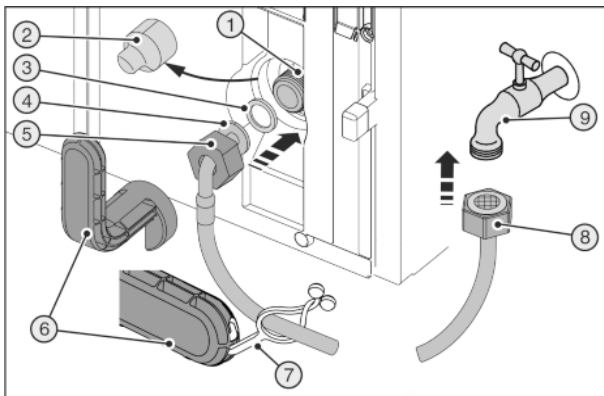
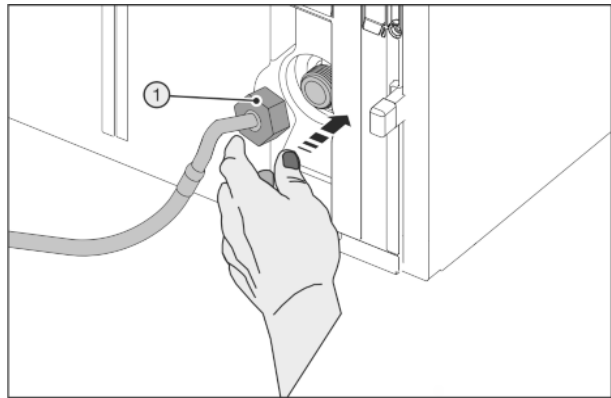

Fig. 45
Fig. 46
Zerbrochenes Hilfswerkzeug Fig. 45 (6)!
- ▶ Hilfswerkzeug Fig. 45 (6) ausschließlich bei Raumtemperatur verwenden.
- ▶ Abdeckung Fig. 45 (2) abziehen.
- ▶ Erleichterte Montage: Gerades Schlauchende Fig. 45 (8) nach links auf den Boden auslegen.
- ▶ Mutter Fig. 45 (5) über abgewinkeltes Schlauchende Fig. 45 (4) bis zum Ende schieben und festhalten.
- ▶ Dichtung Fig. 45 (3) befeuchten und in Mutter Fig. 45 (5) andrücken.
- ▷ Dichtung Fig. 45 (3) liegt flach an und wird leicht gehalten.
- ▶ Mutter Fig. 46 (1) vorsichtig ansetzen und mit zwei Fingern gerade auf Gewinde schrauben, bis ein sicherer Sitz erreicht ist.
- ▶ Mutter Fig. 46 (1) mit Hilfswerkzeug Fig. 45 (6) im Uhrzeigersinn festziehen bis maximales Drehmoment erreicht ist und Hilfswerkzeug Fig. 45 (6) überdreht.
- ▶ Mutter Fig. 45 (8) auf Absperrhahn Fig. 45 (9) schrauben.
- ▶ Mutter Fig. 45 (8) mit Hilfswerkzeug Fig. 45 (6) im Uhrzeigersinn festziehen bis maximales Drehmoment erreicht ist und Hilfswerkzeug Fig. 45 (6) überdreht.
- ▶ Absperrhahn Fig. 45 (9) der Wasserzuführung öffnen und gesamtes Wassersystem auf Dichtigkeit prüfen.
- ▶ Lasche Fig. 45 (7) in Hilfswerkzeug Fig. 45 (6) einhaken und zur Aufbewahrung am Edelstahlschlauch befestigen.